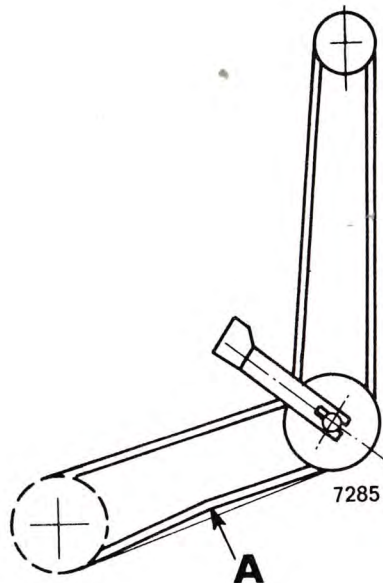

Fig. 25.
5. Låsemøtrikken 2 på stilleskruerne løsnes. Forskyd variatoreren ved at justere med stilleskruen 3, højst to omgange. Remmene køres rundt med startmotoren mindst to omgange, hvorefter ny justering med stilleskruen foretages, højst to omgange o.s.v., indtil rigtig remspænding er opnået. Remmens nederste halvdel skal med en kraft på 13 kp. kunne løftes højst 25 mm. Fig. 25.